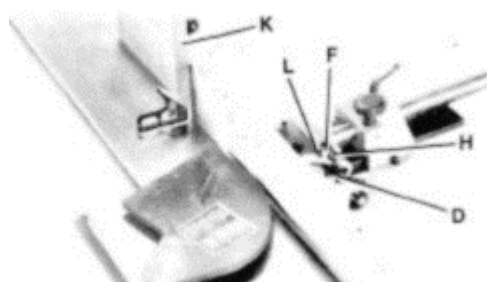

Рис. 41
2. Установите ограждение под углом 90 градусов к столу. Убедитесь, что откидной упор (F), Рис. 41, опущен, как показано на рисунке, и регулировочный винт (H) контактирует с откидным упором (F); затем затяните фиксирующую ручку (D).
3. Поместите угольник (К), Рис. 41, на стол напротив ограждения, как показано на рисунке, чтобы проверить, находится ли ограждение под углом 90 градусов к столу.
4. При необходимости регулировки ослабьте фиксирующую ручку (D), Рис. 41, и контргайку (L). Поворачивайте регулировочный винт (F) до тех пор, пока не убедитесь, что ограждение находится под углом 90 градусов к столу. Затяните контргайку (L).